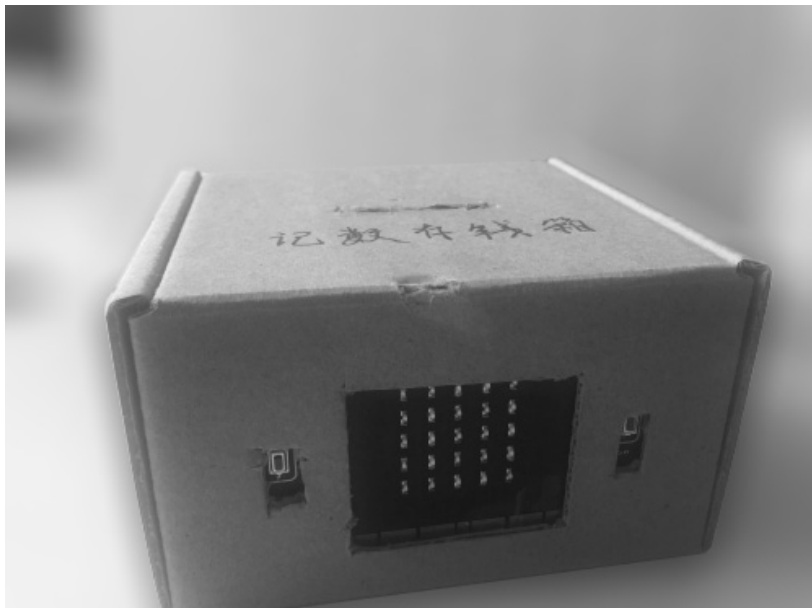

图 10-6 TurnipBit 储钱罐硬件完成图
④ 放入 TurnipBit，贴合正面开口并使 LED 显示屏朝外，将纸盒封装好，如图 10-6 所示。